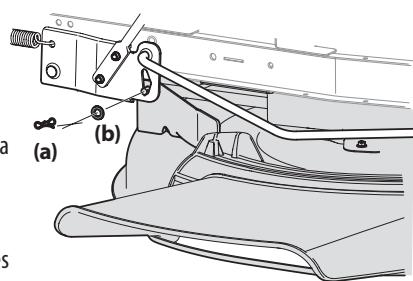

Figure 18
- Enlevez la goupille papillon (a) et la rondelle plate (b) de l'ensemble de relevage du plateau de coupe et gardez-les pour les utiliser plus tard. Voir la Figure 18.